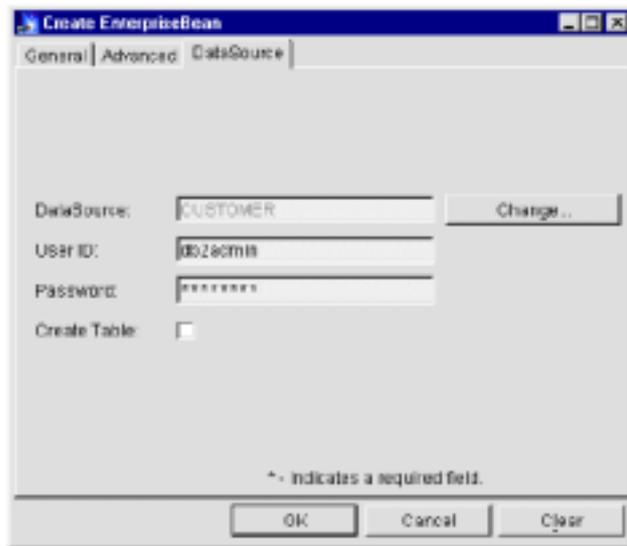

图 7-20 数据源访问设置
11. 选择 **Datasource** 标签并且通过选择 **Change...** 按钮指定数据源，如图 7-20 所示。